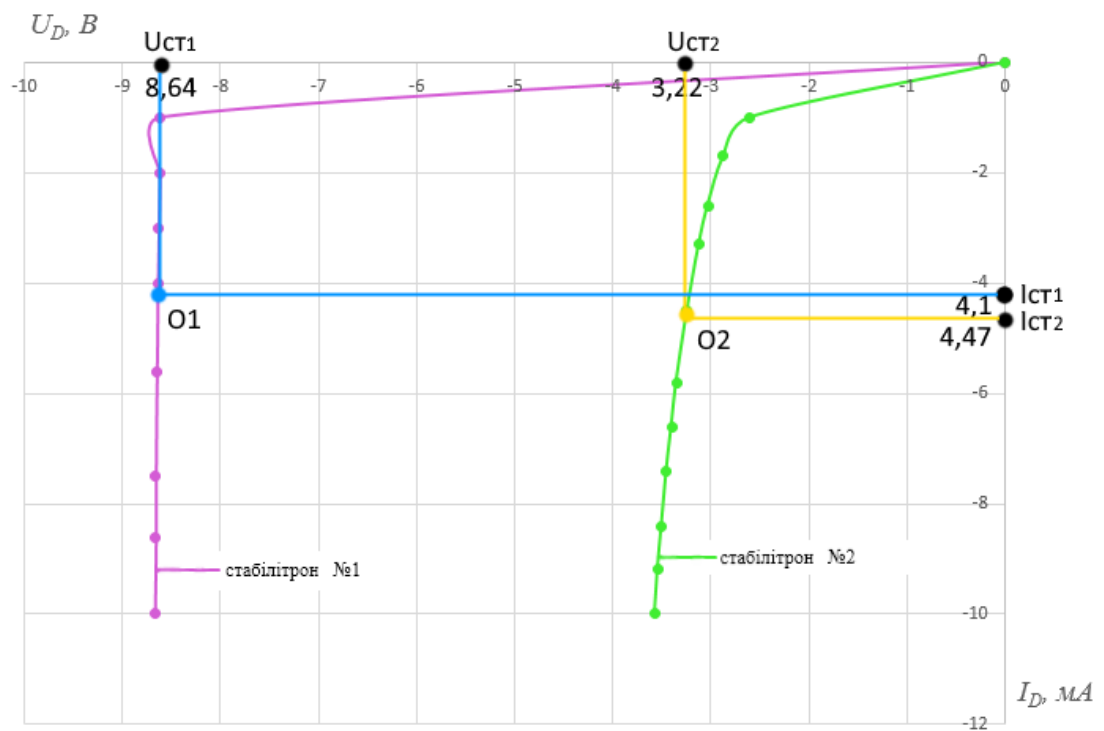

Рис.4: Графічна залежність для зворотної гілки ВАХ стабілітронів.
Виходячи з графіку Рис.4 у пункті:
- Скориставшись графіком ВАХ характеристики Рис.4, оберемо робочу точку O_3 , що знаходиться посеред діапазону стабілізації, тому ми можемо знайти параметри робочої точки:
- Скориставшись графіком ВАХ характеристики Рис.4, оберемо робочу точку O_4 , що знаходиться посеред діапазону стабілізації, тому ми можемо знайти параметри робочої точки: